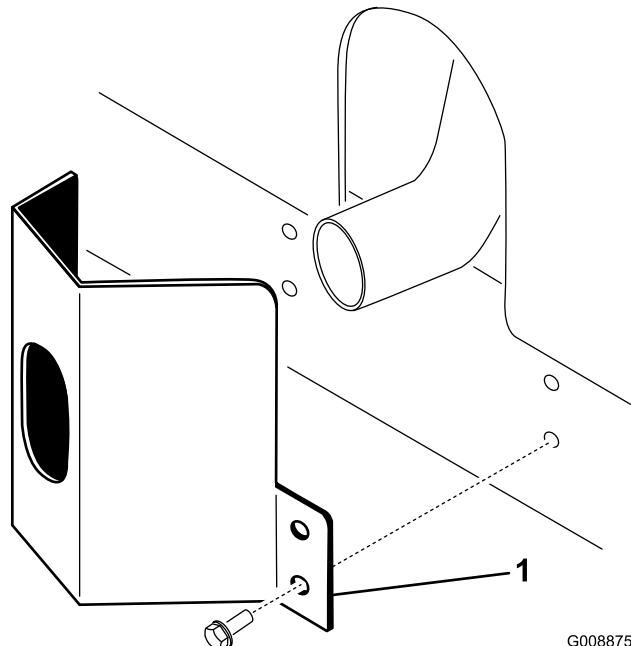

Figura 8
1. Coloque el protector del tubo de escape alrededor del silenciador, alineando los taladros de montaje con los del bastidor (Figura 8).
2. Fije el protector al bastidor con 4 tornillos autorroscantes (Figura 8).